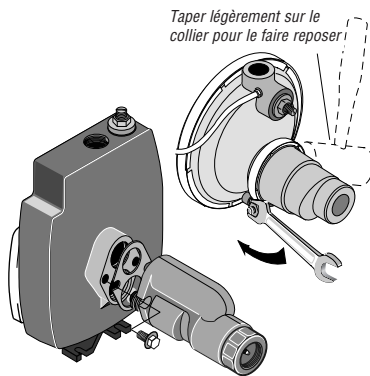

Figure 8 : Poser l'éjecteur
2. Poser le nécessaire d'éjecteur FP4875 ou le nécessaire FP4855 (les nécessaires sont vendus séparément). Suivre les instructions fournies avec le nécessaire. S'assurer de bien aligner le venturi avec le trou supérieur qui se trouve à l'avant de la pompe (voir la Figure 8).